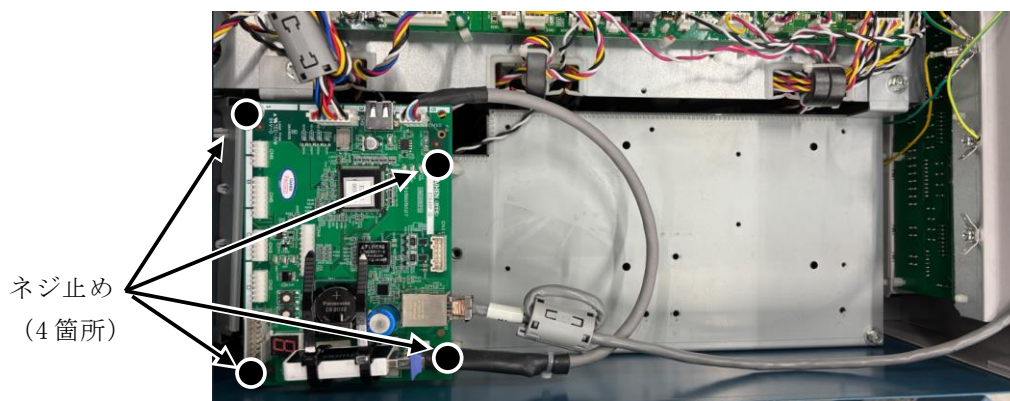

図 3. 中継コネクタ固定板の取り付け
(6) 拡張ボード(E2648P00)は、スペーサの上に乗せて M4 ネジで固定します。(図 3)